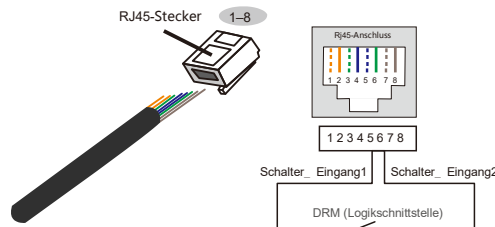

Abbildung 5.31 Abisolieren der Isolationsschicht und Anschluss an RJ45-Stecker
2. Verwenden Sie den Netzwerk-Abisolierer, um die Isolierschicht des Kommunikationskabels zu entfernen. Schließen Sie das Kabel gemäß der Standardleitungsbelegung in Abbildung 5.31 an den RJ45-Stecker an und verwenden Sie dann ein Crimpwerkzeug für Netzkabel, um es zu befestigen.